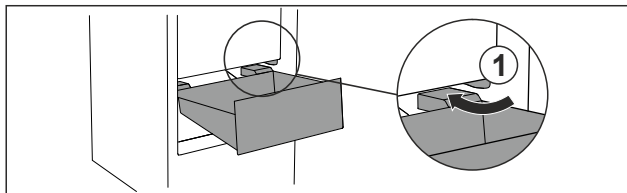

Fig. 98
- Zásuvku veďte šikmo podél zářezů Fig. 98 (1).